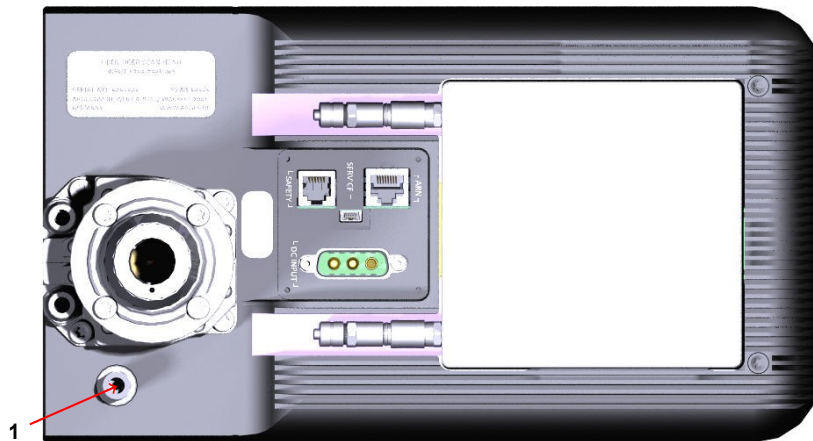

Abbildung 4.10.: Platzierung des Spülgaseinlasses (1) an der Oberseite
1. Drücken Sie das Schlauchende der Spülgasversorgung über den Widerstand hinaus in den Blitzanschluss 1; siehe Abbildung 4.10 auf Seite 24.